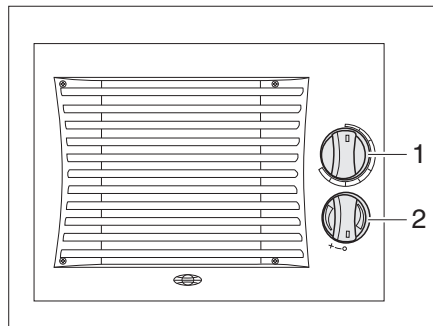

Bild 214 Bedienelemente Zusatz-Wärmetauscher
- Den Drehregler (Bild 214,1) des Durchflussreglers bis zur gewünschten Position drehen. Der Wasserkreislauf ist offen.
- Den Gebläseschalter (Bild 214,2) des Umluftgebläses im Uhrzeigersinn drehen.
- Den Gebläseschalter (Bild 214,2) auf „0“ drehen.
- Den Drehregler (Bild 214,1) des Durchflussreglers ganz zurückdrehen.